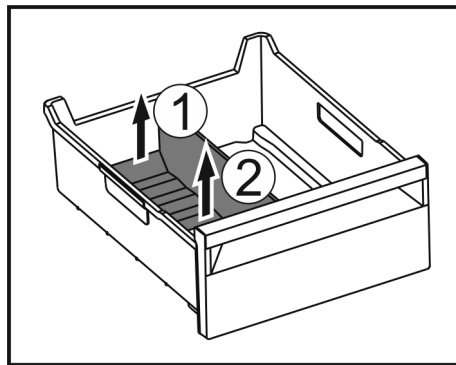

Fig. 126
- ▶ Achterste deel van de ijsvak-scheider optillen. Fig. 126 (1)
- ▶ Ijsvak-scheider er naar boven toe uitnemen. Fig. 126 (2)